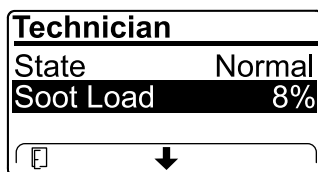

Figura 36
- Vea la carga de hollín que se mide como porcentaje de hollín en el DPF (Figura 36); consulte la tabla de carga de hollín.